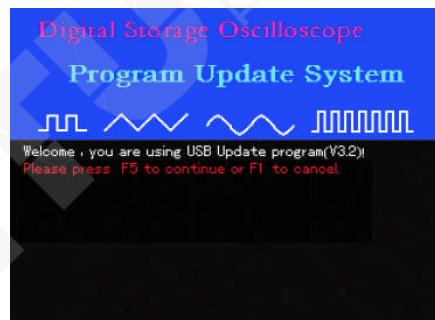

图5-1
2、按[POWER]按键打开示波器，将进入程序升级系统欢迎界面，如图5-1所示，“欢迎使用USB程序升级系统，按[F5]进行程序升级操作，按[F1]退出程序升级系统”。
3、在图5-1所示中，按下[F5]键，进入程序升级操作，如果用户U盘根目录下只有一个升级程序包，直接进入第四步，否则将弹出图5-2所示升级文件选择界面，调节拨盘选择所需文件，按[F5]确认选中升级文件，按[F1]退出升级。